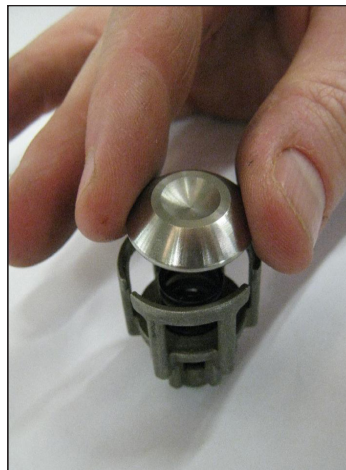
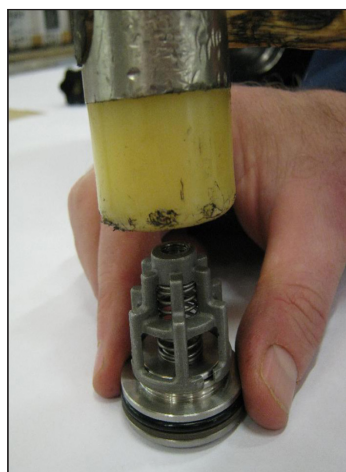

Fig. 26
Fig. 27
- 1 **Durant l'assemblage des groupes des soupapes d'aspiration et de refoulement (Fig. 26, Fig. 27). Sur les pompes KT20 et KT22, faire particulièrement attention à ne pas inverser les ressorts d'aspiration avec ceux de refoulement précédemment démontés :**